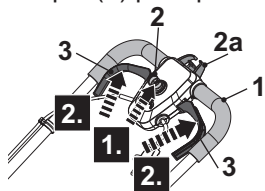

Fig. 15
1. Ficar de pé atrás da pega (1).
2. Enquanto mantém premido o botão de segurança (2) (Fig. 15, passo 1), puxar as alavancas de arranque (3) na direção da pega (1) (Fig. 15, passo 2).
3. Após o arranque do cortador de relva, solte o botão do segurança (2).
5. Solte as alavancas de arranque (3) para parar o cortador de relva.